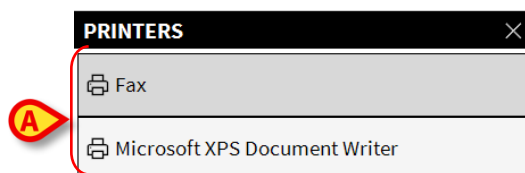

Fig 30
Gebruik de toets **Afdrukken...** (Fig 24 **H**) om het venster met de afdrukopties weer te geven (Fig 30). Zie paragraaf 5.8.2.4 voor een beschrijving van dit venster en de bijbehorende procedures.
- Klik op toets **AFDRUKKEN...** (Fig 24 H) om het venster met de afdrukopties te openen (Fig 30)
- Klik op de gewenste optie in het menu om de printer te selecteren (Fig 30 **A**).
- Stel het aantal af te drukken exemplaren in met de toetsen  (een exemplaar minder) en  (een exemplaar meer) - Fig 30 **B**.
- Klik op toets **AFDRUKKEN** (Fig 30 **C**) om het document af te drukken.